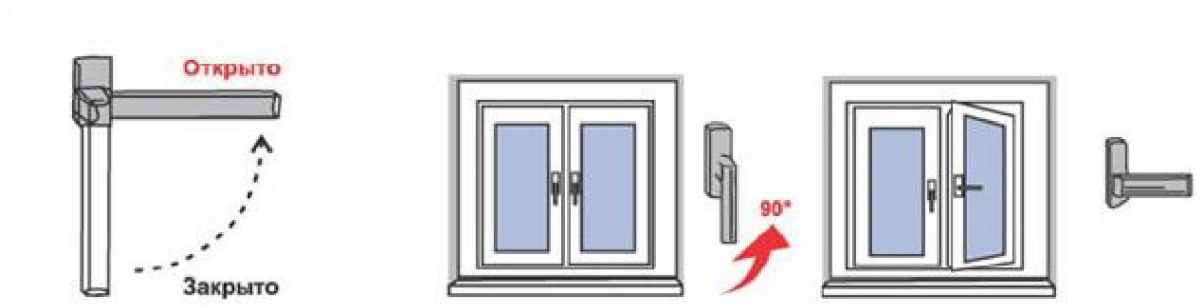

Рис.1
- 2) Чтобы открыть (распахнуть) створку окна, ручку поворачивают на 90 градусов в горизонтальное положение (положение «Открыто» на Рис. 1).